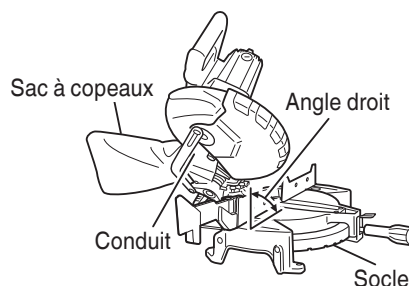

Fig. 27
- (1) Si le sac à copeaux est plein, les copeaux sortent du sac quand la lame tourne. Vérifier le sac à copeaux périodiquement et le vider avant qu'il ne soit plein.
- (2) Lors d'une coupe de biseau ou d'une coupe mixte, fixer le sac à copeaux à angle droit sur la surface du socle comme indiqué à la Fig. 27.